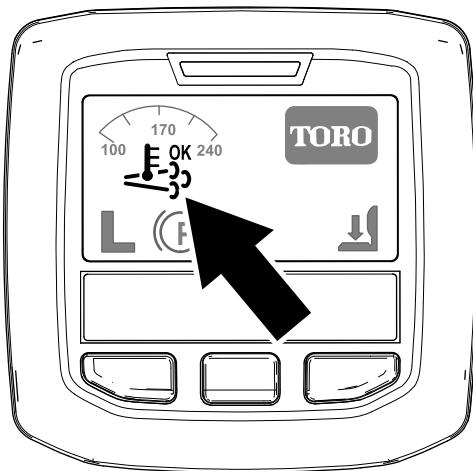

Bild 25
- Das Symbol für die unterstützte bzw. Rücksetzen-Regenerierung wird im InfoCenter angezeigt (Bild 25).